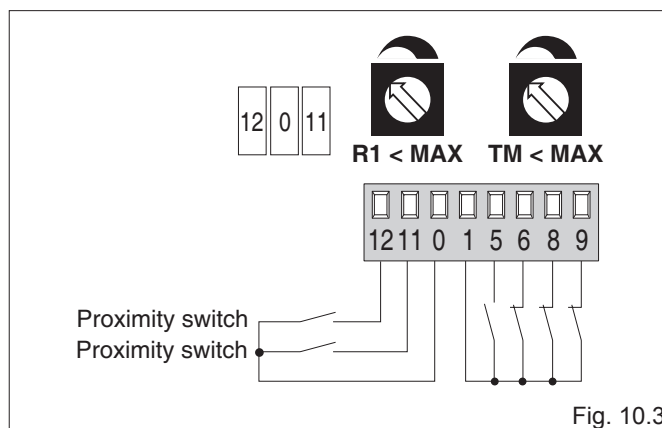

Fig. 10.3
- (Fig. 10.3) La hoja ejerce una presión en los topes mecánicos e invierte el movimiento en los obstáculos.